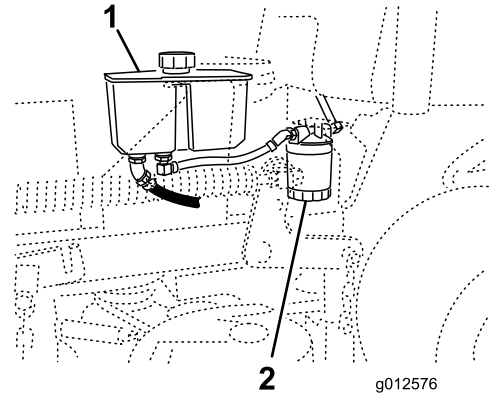

Figure 73
- 3. Trouvez le filtre et placez un bac de vidange au-dessous (Figure 73).